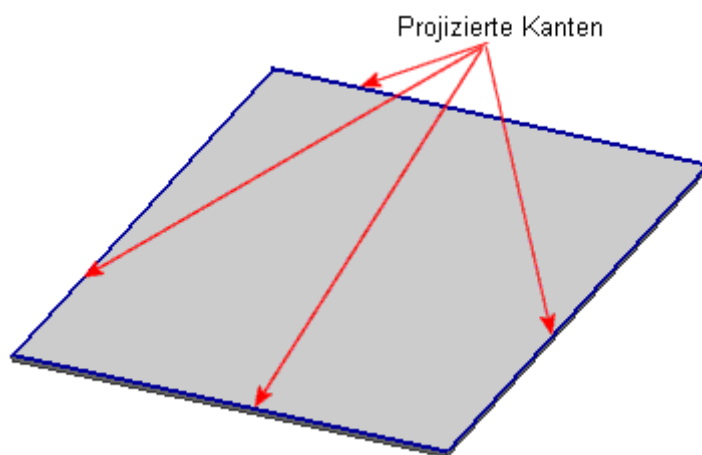

Bild 4: Projizierte Kanten
3. Erzeugen Sie auf der oberen Fläche des Blechteils eine neue Skizze. Beachten Sie daß die äußeren Kanten der Fläche automatisch in die Skizze projiziert werden (siehe Bild 4).